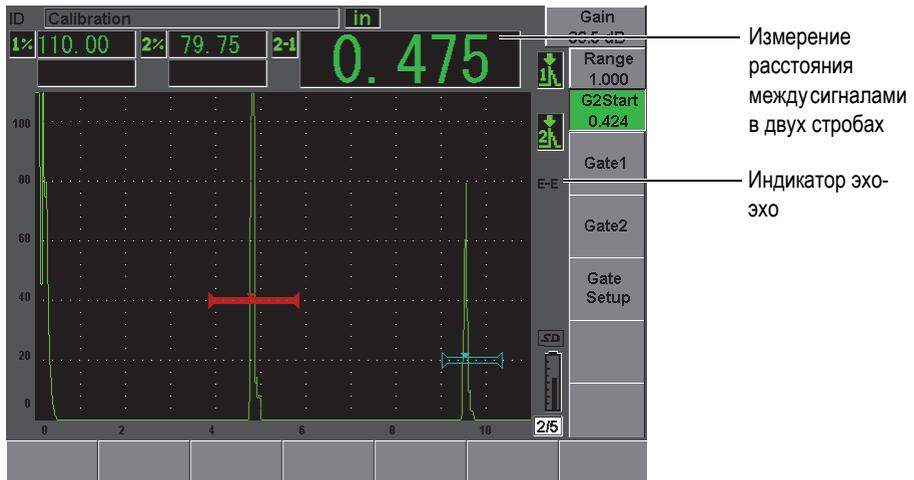

Рис. 8-6 Пример измерения эхо-эхо
2. Поместите строб 1 на первый эхо-сигнал, а строб 2 - на второй эхо-сигнал, как показано на Рис. 8-6 на стр. 143. Положение **Gate 2 > Start** (Строб 2 > Начало) определяет расстояние между положением сигнала в стробе 1 и началом строба 2.